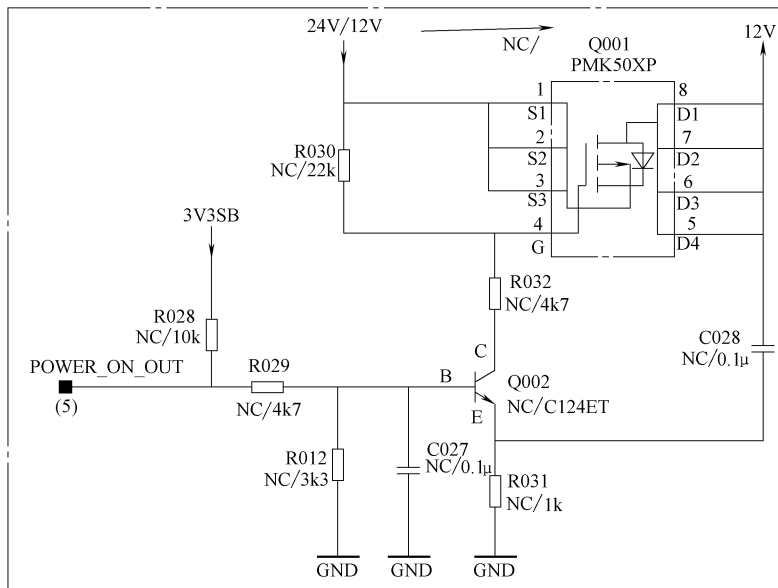

图 5-18 电感 Q001 相关电路截图
- 2) 场效应管 Q001 相关电路截图如图 5-18 所示。